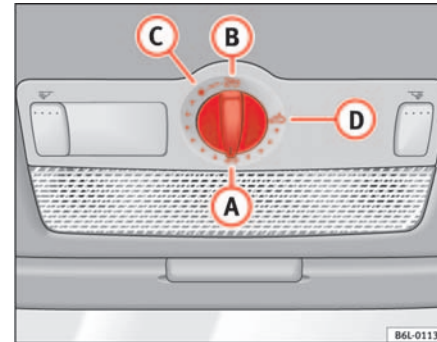

Abb. 53 Ausschnitt aus dem Dachhimmel: Drehschalter Schiebe-/Ausstelldach
- Drehen Sie den Drehschalter in Stellung **A** ⇒ Abb. 53 ⇒